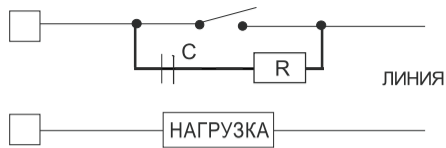

Рис. 9 ВНЕШНИЙ ПЕРЕКЛЮЧАТЕЛЬ ПО ПОРЯДКУ С ВНУТРЕННИМИ КОНТАКТАМИ
Высокое переходное напряжение может возникнуть при переключении индуктивных нагрузок. Через внутренние контакты помехи могут привносить нарушения, которые могут повлиять на работу оборудования. Для всех устройств вывода внутренней защита (варистор) гарантирует необходимую защиту до 0.5 А индуктивной составляющей. Также проблема может случиться, когда используется переключатель по порядку с внутренними контактами как показано на Рис. 9.
В данном случае рекомендуется произвести дополнительную установку сети RC через внешний контакт, как показано на Рис. 9. Значения конденсатора (C) и резистора (R) показаны на последующих таблицах.